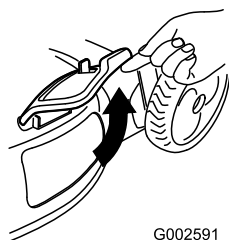

Рисунок 31
2. Поднимите боковую выпускную дверцу, чтобы открыть ее (Рисунок 31).